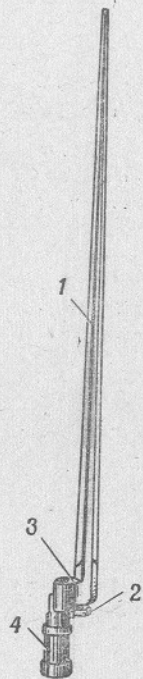

Рис. 26.
26. Штык (рис. 26) служит для поражения противника в рукопашном бою. Он имеет: